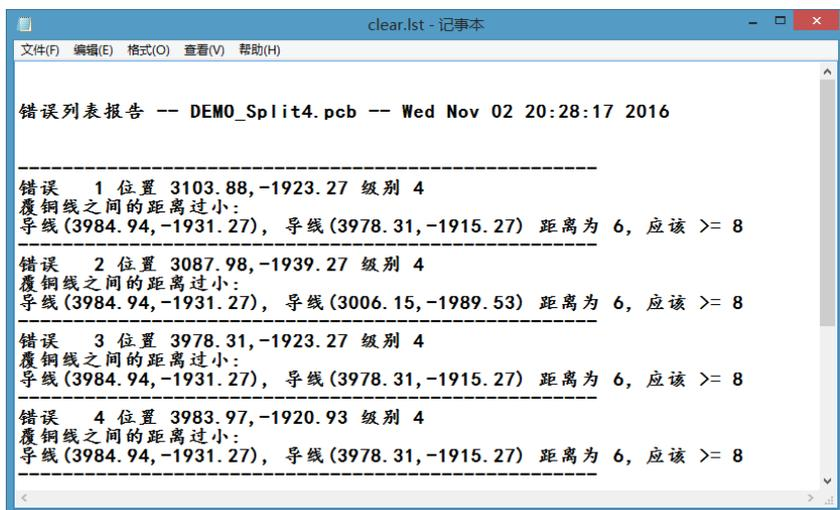

图 15-7 错误报告
(9) 不勾选“禁用平移”复选框时，从“位置”列表框中选择一个错误，则屏幕被刷新，并在视图的中心位置以当前高亮的颜色显示被选择的错误。
(10) 在“解释”列表框中将描述错误的详细信息。如果要关闭刷新和中心显示错误标志，则取消勾选“禁止平移”复选框。
(11) 为了观察准确的定位和整个错误的描述，可单击“查看报告”按钮，则弹出如图 15-7 所示的错误报告，通过该报告查看错误的数量、位置和种类。